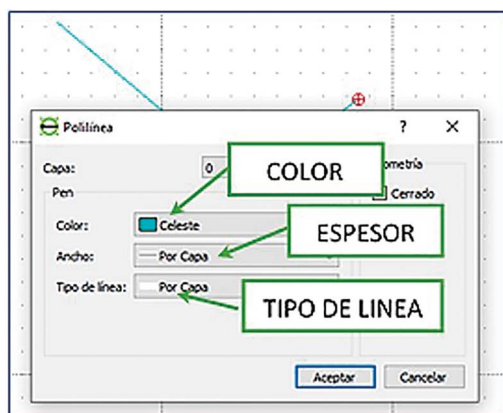

Fig. 9.42 Propiedades del dibujo en LibreCAD
3. Haz clic con el botón izquierdo sobre la línea a la que deseas cambiarle sus propiedades, y aparecerá una ventana de diálogo (fig. 9.42).